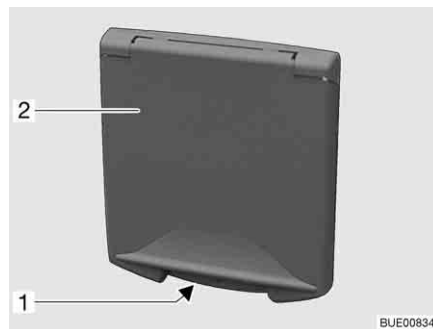

Bild 37 Trycklås servicelucka
- Stick in nyckeln i låscylindern i trycklåset (Bild 37,1) och vrid ett kvarts varv. Trycklåset är låst.